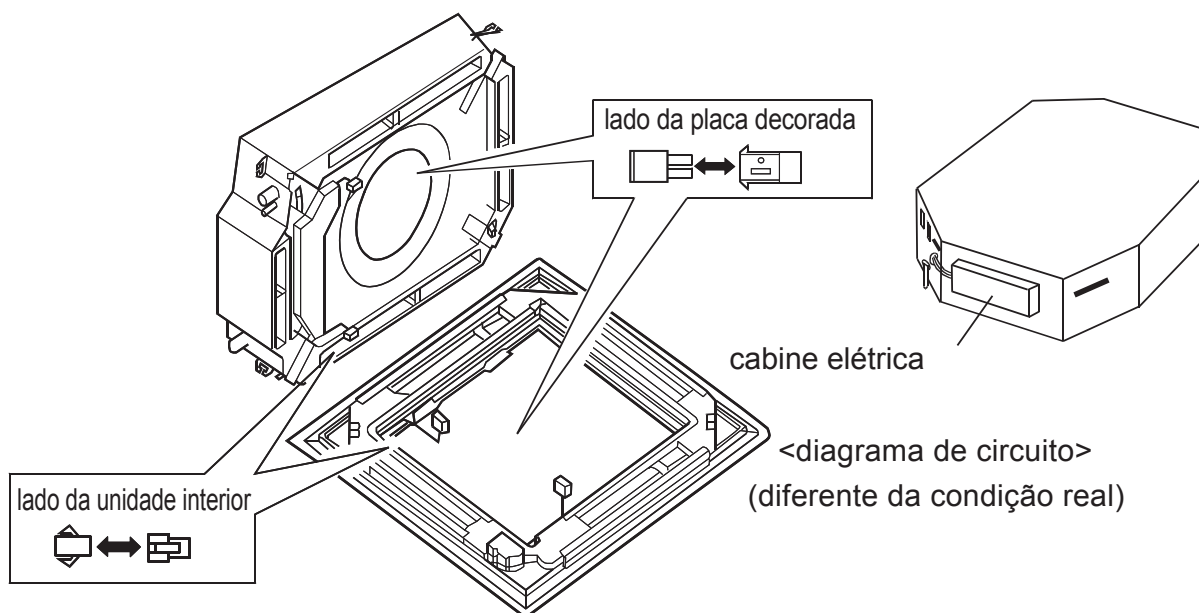

Fig.3
- Conecte-o ao conector do cabo do motor do defletor de vento na placa decorada (Fig. 3);